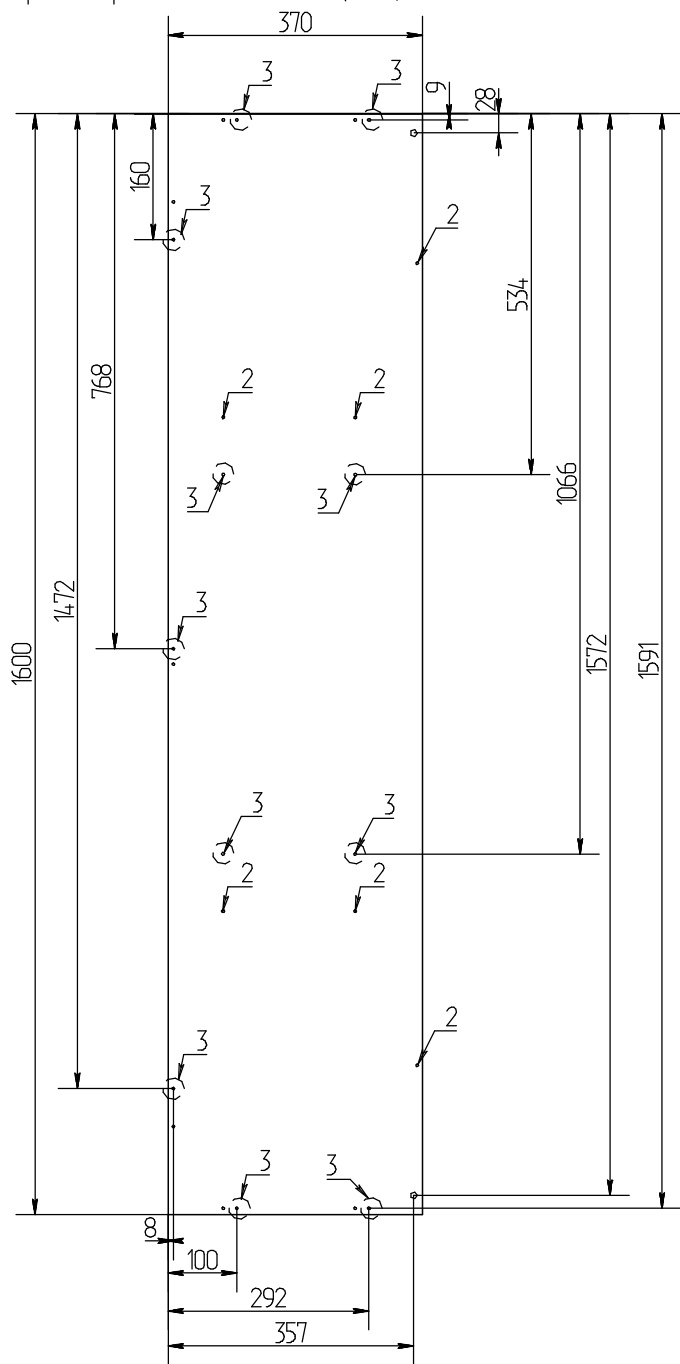

Рис. 3
5. Необходимо дособерти самостоятельно отверстия изображенные на (рис.3). Это будет верхняя горизонтальная деталь (Рис.4).
6. 11 отверстий №3 изображенные на (рис.3) необходимо дособерти насквозь сверлом  $\Phi 8$ .
3\* При креплении Berlin 11 Тумба ТВ необходимо досверлить насквозь отверстия  $\Phi 8$  в детали №485 (рис.3\*)